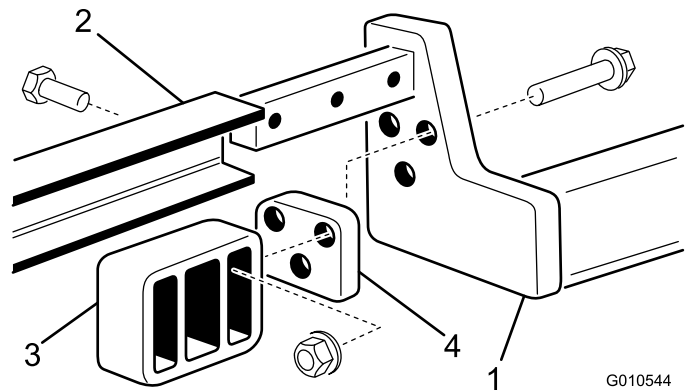

Figura 6
3. Monte a cavidade traseira em cada braço de elevação com 3 parafusos (3/8 x 2 pol.), espaçadores e porcas flangeadas como se mostra em Figura 6.
4. Deslize a estrutura de suporte para os braços de elevação alinhando os furos de montagem. Prenda cada lado da estrutura de suporte aos braços de elevação com 3 parafusos (1/2 x 1-1/2 pol.). Aperte os parafusos com 95 a 108 Nm (Figura 6).